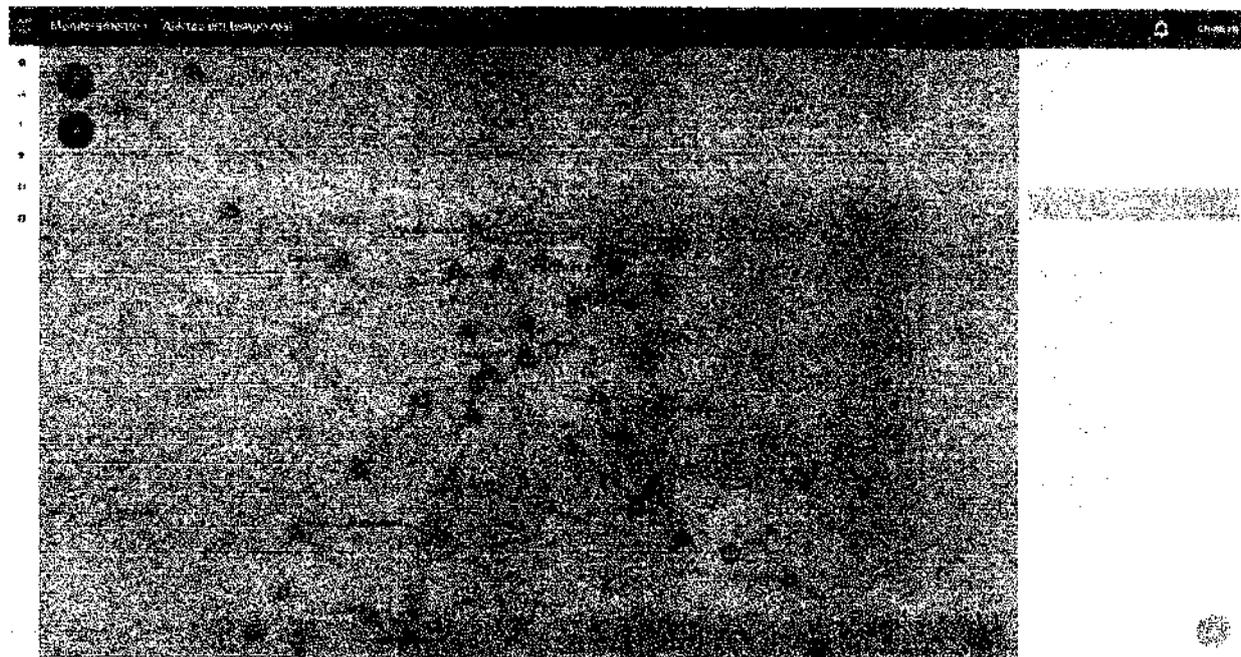

Figura 19 – Tela de monitoramento
1. **Visualizar pontos de fiscalização no mapa (Figura 19).** Para visualizar os pontos de fiscalização deve-se clicar no ícone de apresentar/remover os pontos de fiscalização. Nesta tela os pontos são agrupados em um único ícone identificando o número de pontos agrupados, o objetivo é melhorar a visualização quando há uma quantidade considerável de pontos de fiscalização. Conforme o usuário for aumentando o zoom, os agrupamentos serão desfeitos apresentando os pontos de fiscalização com mais detalhes. Se o usuário diminuir o zoom, os pontos serão agrupados.